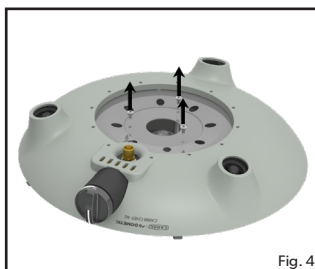
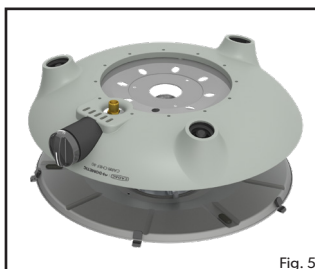
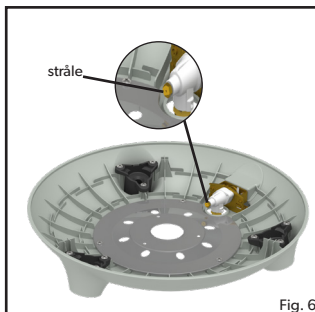

Fig. 4
Fig. 5
Fig. 6
- **For å skifte ut dysen:** Fjern alle løse overflater samt verktøybrettet og bena fra apparatet. Snu brennerbasen og fjern de 3 skruene fra bunndekslen (fig. 4) for å skille brennerbasen fra brennerenheten (fig. 5). Koble fra Piezo-ledningen, pass på at du ikke skader den og fjern brennerenheten fra kroppen til brennerbasen for å avsløre strålen (fig. 6). Strålen kan nå fjernes med en passende skiftenøkkel. Ikke bruk tang da dette kan skade strålen, slik at den blir ubrukelig eller umulig å fjerne. Skru den nye strålen inn i ventilen. Ikke stram for mye da dette kan skade enheten.